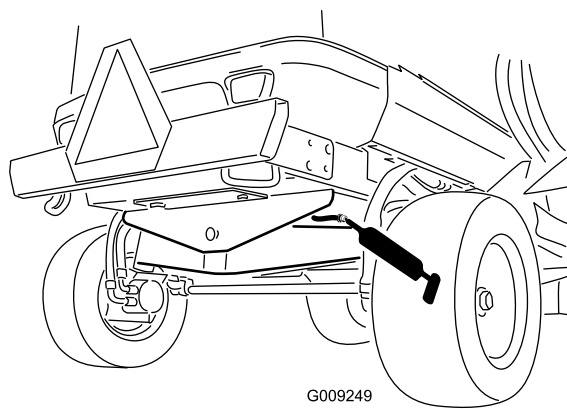

Рисунок 82
- Втулка шарнира заднего моста (1 шт.) (Рисунок 82)